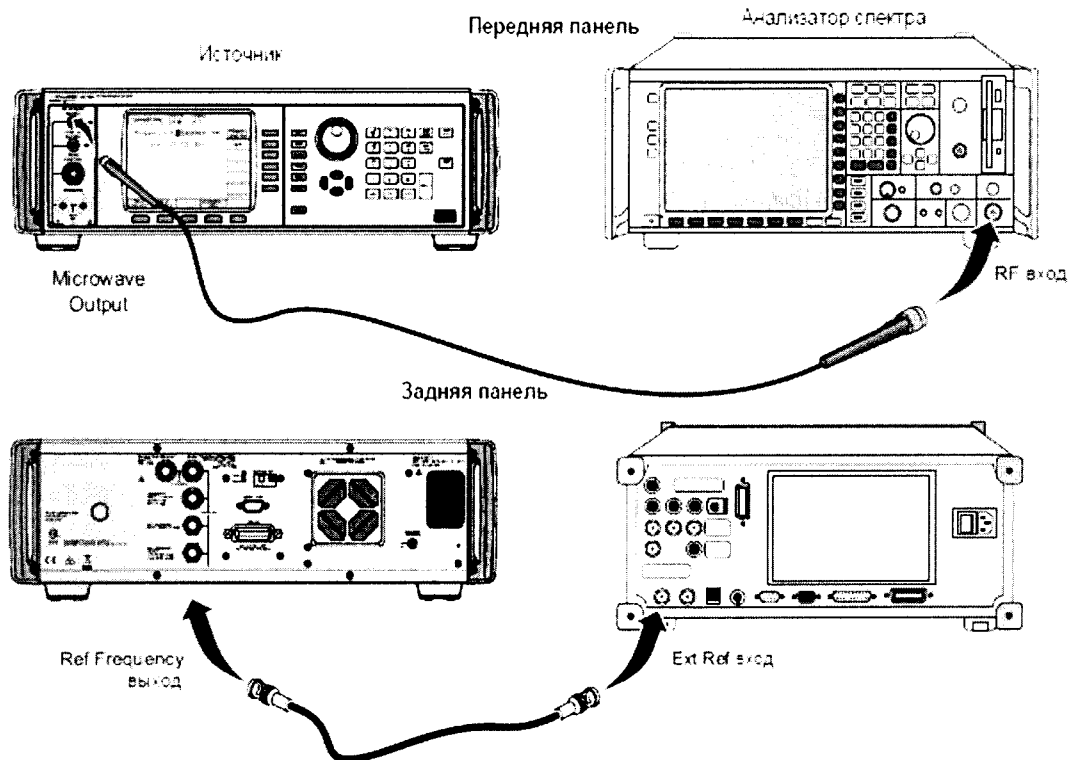

Рисунок 16.
8.17.15 Соединить микроволновой выход источника с высокочастотным входом анализатора спектра и выход REF FREQUENCY OUTPUT на задней панели источника со входом Ext Ref In на задней панели анализатора спектра (рисунок 16).